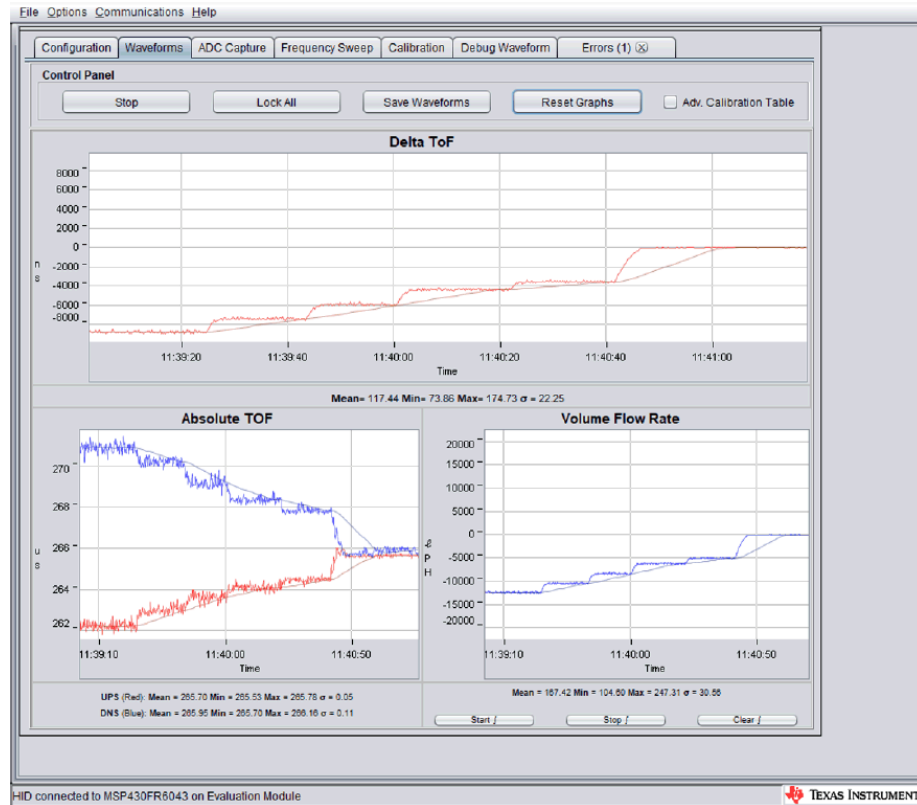

图 10 USS GUI: 气体流量测试
- 选择 Waveforms 栏，可以看到实时的相对飞行时间、绝对飞行时间以及实时的气体流速信息。如图 10 所示。